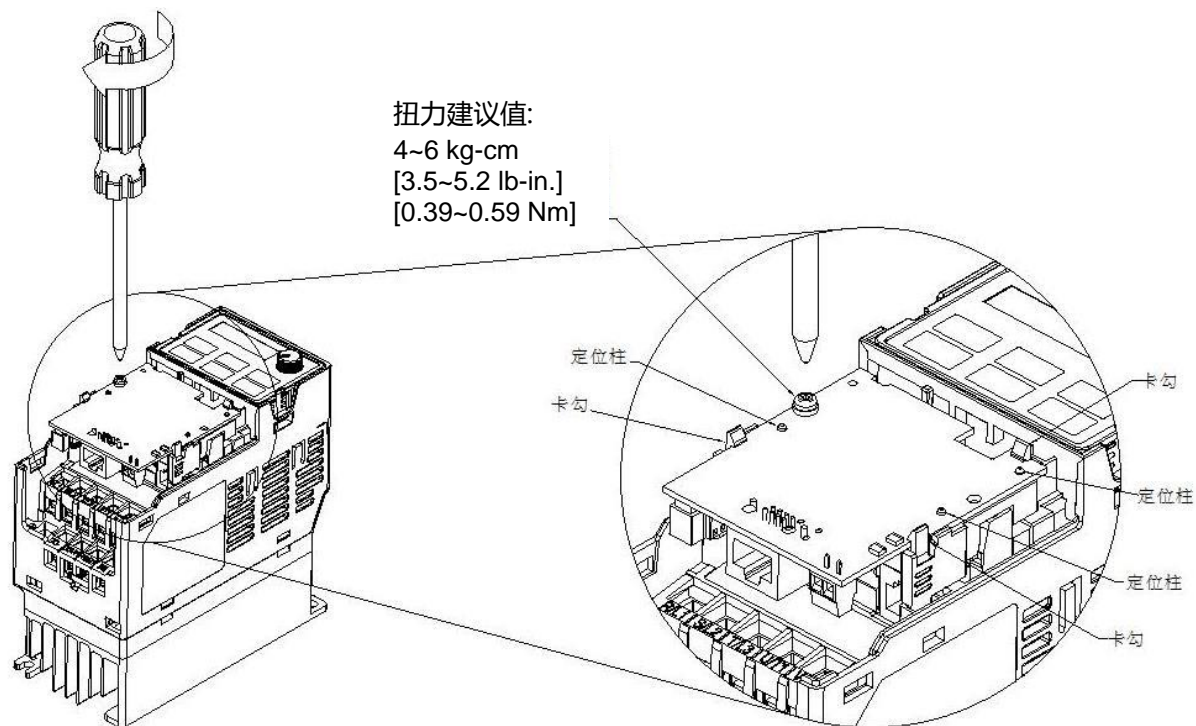

图 8-5
7. 确认配件卡固定配件上三个卡勾确实卡住配件卡后，将螺丝锁上，如图 8-5 所示。